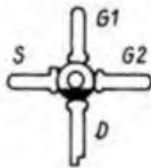

Bild 2: Anschlußbelegung CF 300
- CF 300 (Bild 2): Sehr gute Intermodulationseigenschaften, diesbezüglich z. T. selektierte Exemplare erhältlich, etwa 5,50 DM